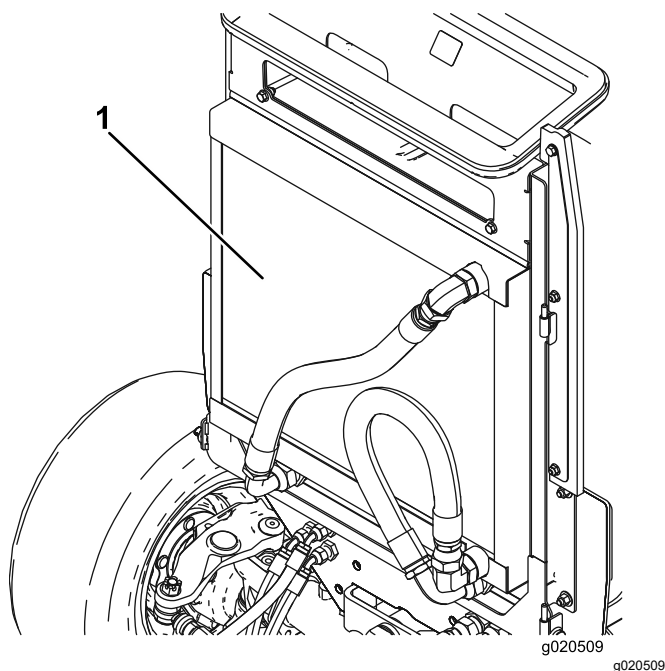

Figura 71
2. Limpie a fondo ambos lados de la zona del enfriador de aceite/radiador (Figura 71) con aire comprimido. Empezando en la parte delantera, sopla los residuos hacia la parte trasera. Luego, limpie desde atrás, soplando los residuos hacia adelante. Repita este procedimiento varias veces hasta eliminar todos los residuos.